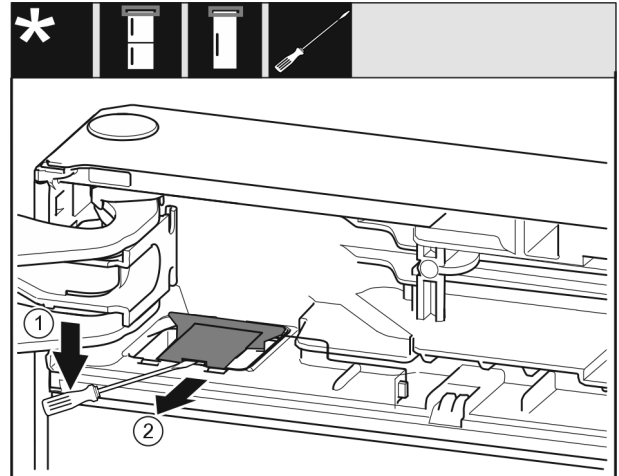

Fig. 9
- Mit einem Schlitzschraubendreher die Abdeckung ausrasten und aufheben. Fig. 9 (1)
- Abdeckung herausnehmen. Fig. 9 (2)